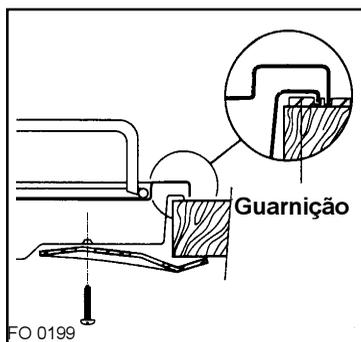

Fig. 11 FO 0199
- Fixe o fogão no móvel com os encaixes (fig. 11). A pressão dos parafusos é suficiente para o encaixe, e caso se exceda, a guarnição pode até mesmo ser facilmente retirada.